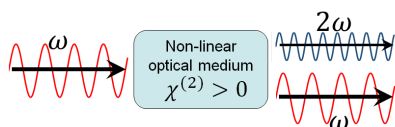

Abbildung 2. Schematische Darstellung: Einfallende Welle erzeugt zweite Harmonische im nichtlinearen Medium.[3]
- [1] ResearchGate Contributors. „Cell Lineage Reconstruction of Early Zebrafish Embryos Using Label-Free Nonlinear Microscopy - Scientific Figure“. Accessed 7 July 2025. Adresse: https://www.researchgate.net/figure/THG-and-SHG-signals-in-the-zebrafish-embryo-during-cleavage-stages-A-Sagittal-THG_fig2_45720994.